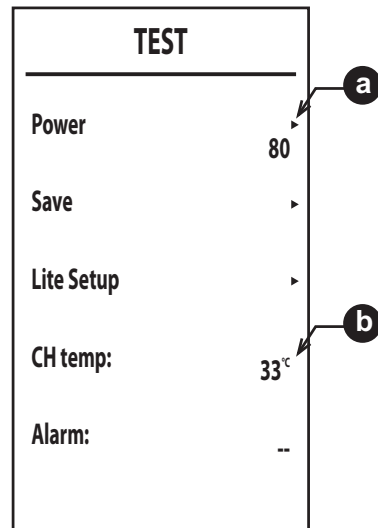

рис. 37
4. Используя кнопки отопления, просмотрите первые 3 позиции (Power, Save, Lite Setup - рис. 37) и нажмите кнопку , чтобы подтвердить свой выбор.